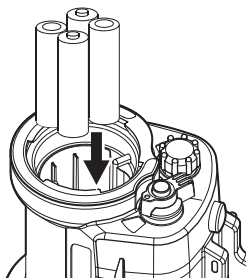

図 2
- 4 十のマークに合わせて、バッテリー／電池を入れる(図2)